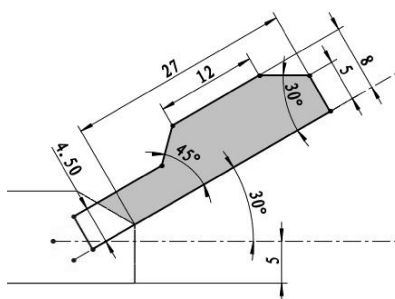

图 3-111 绘制草图
- 单击【旋转凸台/基体】按钮, 选择前视基准面作为草图平面, 进入草绘环境中, 绘制如图 3-111 所示的草图曲线。